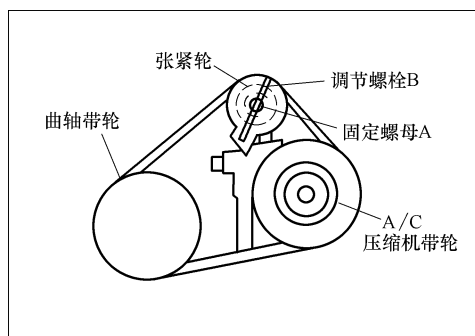

图 2-6 调节驱动带张力或挠度
① 如图 2-6 所示拧松张紧轮固定螺母 A。
② 用调节螺栓 B 来调整带的挠度。